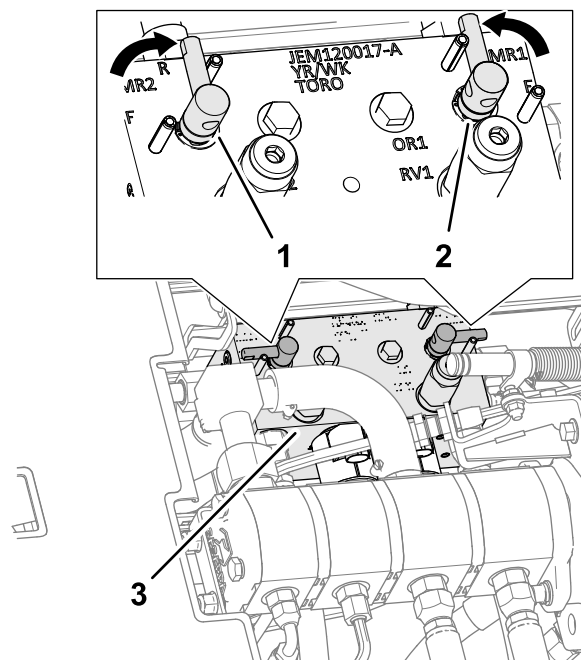

Figura 117
4. Desenganche y levante el asiento para tener acceso al distribuidor del cortacésped (Figura 117).
5. Mueva la palanca de autoafilado a la posición R (autoafilado) (Figura 117).